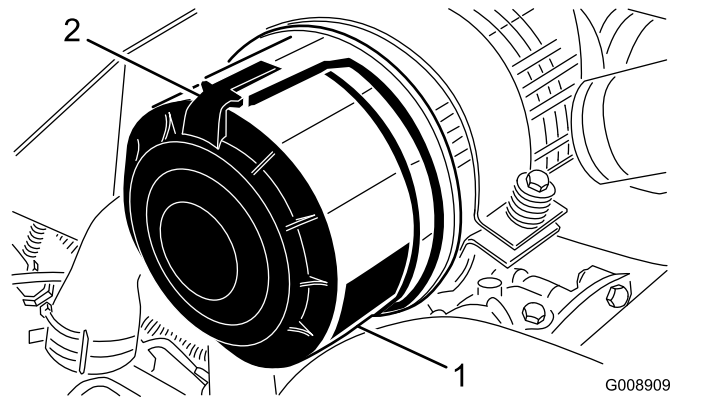

Figure 96
1. Desserrez les attaches qui fixent le couvercle sur le boîtier du filtre à air (Figure 96).